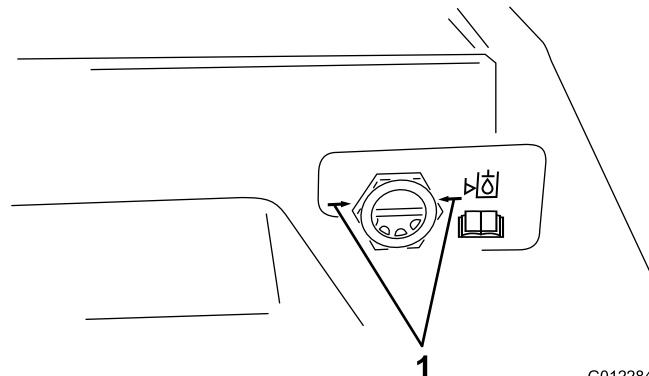

Figura 14
2. Guardate attraverso il vetro spia (Figura 14). A caldo, il livello dell'olio dovrebbe essere pari alle frecce. A freddo, il livello dell'olio dovrebbe trovarsi da 6 a 12 mm sotto le frecce.
- C. Rimuovete il tappo e aggiungete olio idraulico fino a portarne il livello all'altezza delle frecce sul vetro spia (Figura 14).